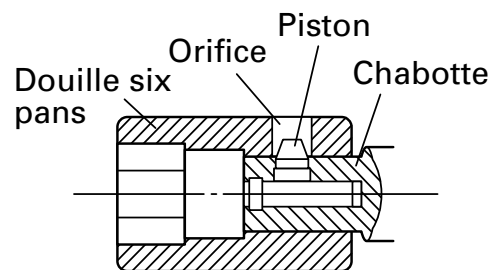

Fig. 3
(2) Piston de type (WH14, WH16) (Fig.3)